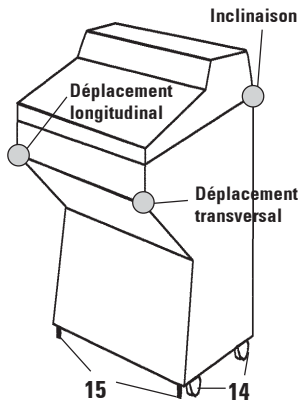

Fig. 4
- Poussez le cryostat sur ses roulettes (14) jusqu'à l'endroit où il doit être installé. Placez les mains uniquement aux points de poussée indiqués (Fig. 4).
- Vous pouvez utiliser les béquilles (15) pour incliner légèrement l'appareil (30° au maximum).
- Une fois que le cryostat se trouve à sa place définitive, faites sortir la vis de réglage des béquilles (15) en la dévissant avec une clé à fourche. Ceci est absolument indispensable pour le bon équilibre de l'appareil.